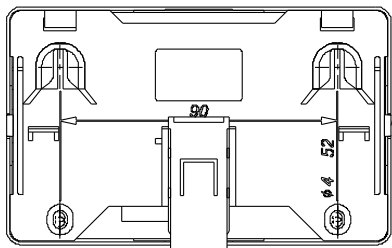

Рисунок 5
- при установке на стену, перегородку и конструкцию (рисунок 5):